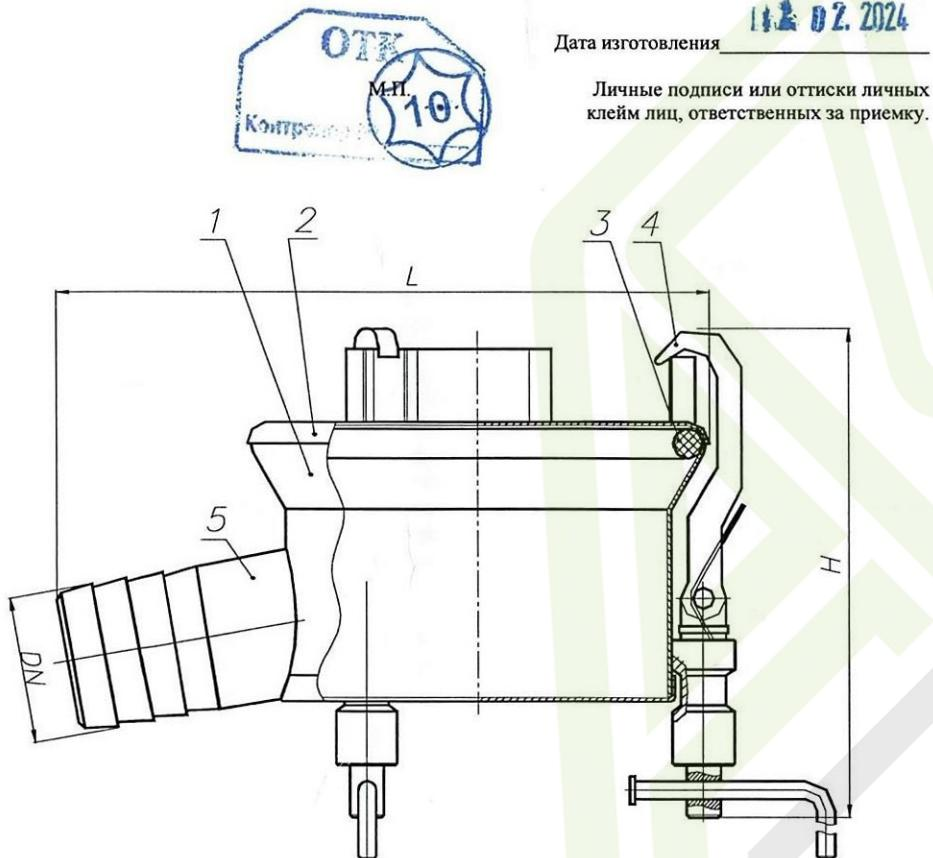

Рисунок 1 – Устройство нижнего слива УНС-50, УНС-75, УНС-100, УНС-150
5.1.1 Устройство нижнего слива состоит из корпуса 1, патрубка 5, крышки 2, трех захватов 4, уплотнения 3 (см. рисунок 1).